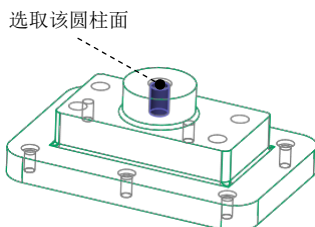
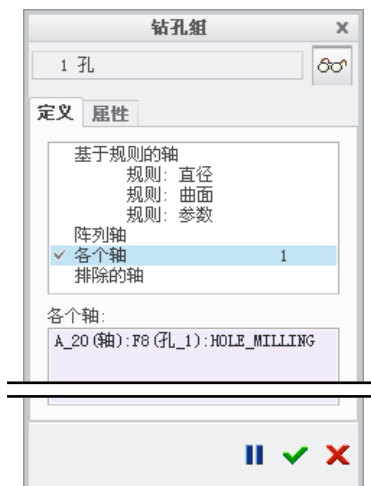

图 4.1.21 选择轴线参考
图 4.1.22 “钻孔组”对话框
Step2. 在“钻孔组”对话框中选择 **定义** 选项卡, 单击 **各个轴** 选项, 在图形区选取图 4.1.21 所示的孔圆柱面, 此时“钻孔组”对话框显示如图 4.1.22 所示。